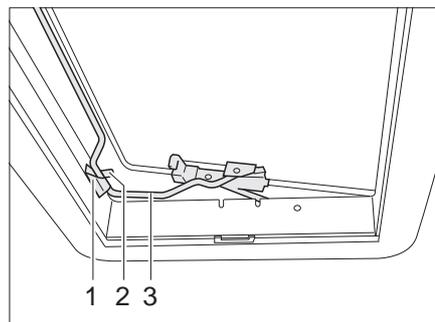

Bild 50 Heki-Dachhaube in Lüftungsstellung 2
- Bügel (Bild 50,3) in die Halterung (Bild 50,1) einlegen.
- Hebel (Bild 50,2) über den Bügel legen.